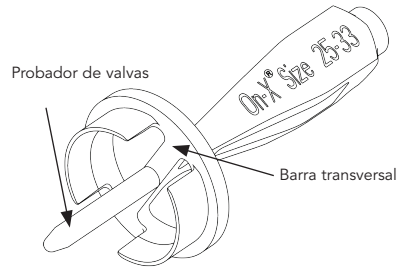

Figura 3: Rotador de válvula
**Rotadores** - El rotador de la válvula (Figura 3) se utiliza para reorientar la válvula in situ y puede usarse para verificar la movilidad de las valvas. El rotador consta de una cabeza de plástico que tiene en el centro un probador de movilidad de las valvas y un soporte. El rotador está correctamente orientado para su inserción en la válvula cuando la barra transversal de la cabeza está alineada con el eje pivotante de la valva y la punta del probador está insertada en el orificio central entre las valvas.